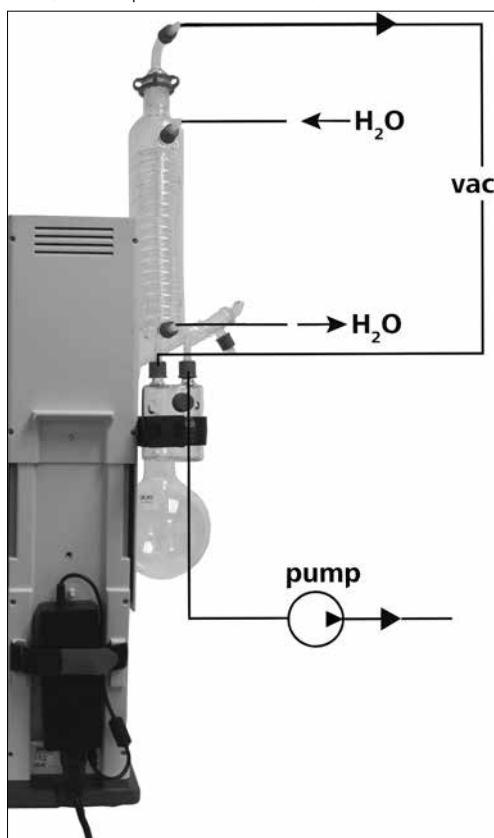

Fig. 20
- Raccordez les flexibles d'eau (H_2O) au condenseur selon le principe du courant contraire. (Fig. 20)